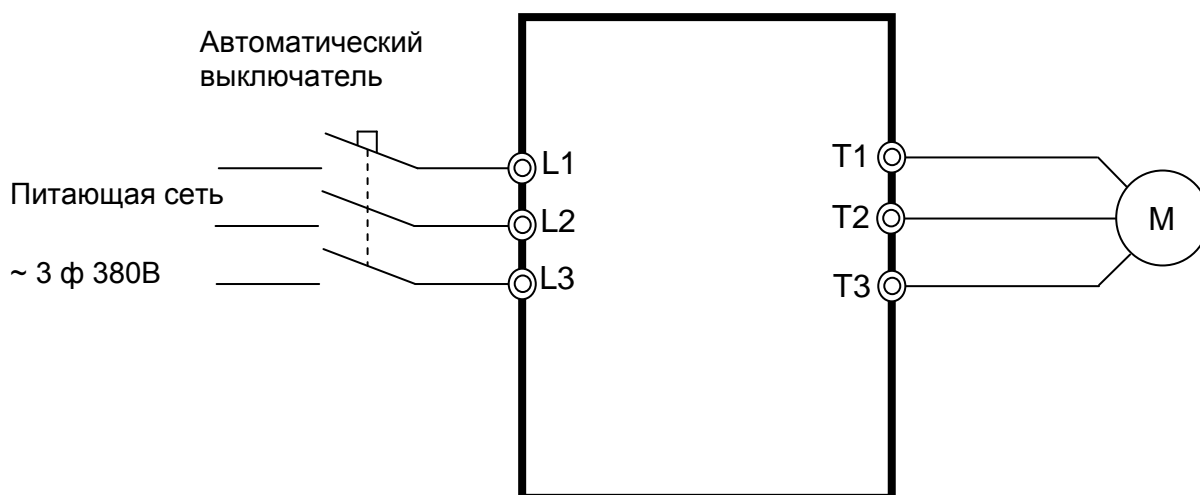

Рис. 8.2 Схема подключения ПЧ E5-8200-F
**8.2.** Подключить проверяемый преобразователь частоты по схеме, приведенной на рис. 8.2.